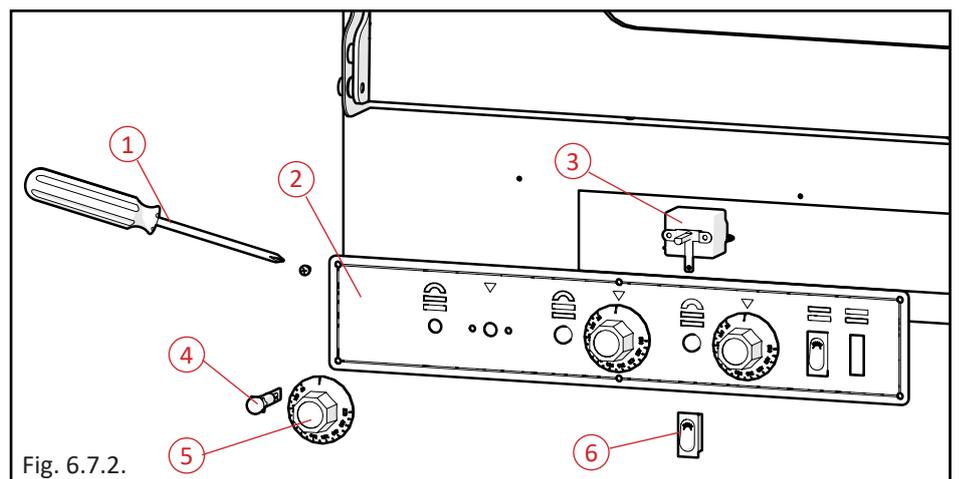

Fig. 6.7.2.
• TERMOSTATO (Fig. 6.7.2.):
• INTERRUPTORE (Fig. 6.7.2.):
2. con un cacciavite piatto, fare leva sulle linguette dei fissaggi dell'interruttore (6);
3. rimuovere l'interruttore (6);